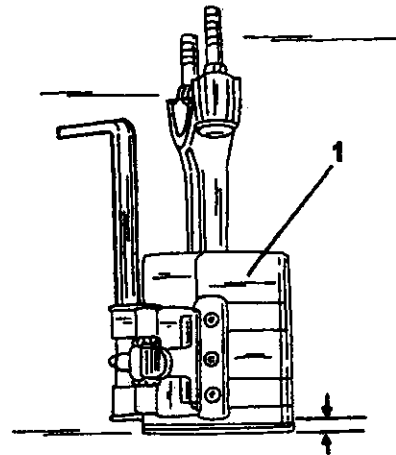

Рис. 389. Стяжная лента (1), наложенная на поршневые кольца. Поршень должен выступать на 4-5 мм.
- Смазать поршни моторным маслом и вставить в соответствующие отверстия цилиндров. При установке поршней требуются подходящие полосы для стягивания поршневых колец. Наложить стяжную полосу на поршень таким образом, чтобы верхний край поршня выступал на 4-5 мм (Рис. 389). Это обеспечивает возможность вставить поршень в отверстие цилиндра.